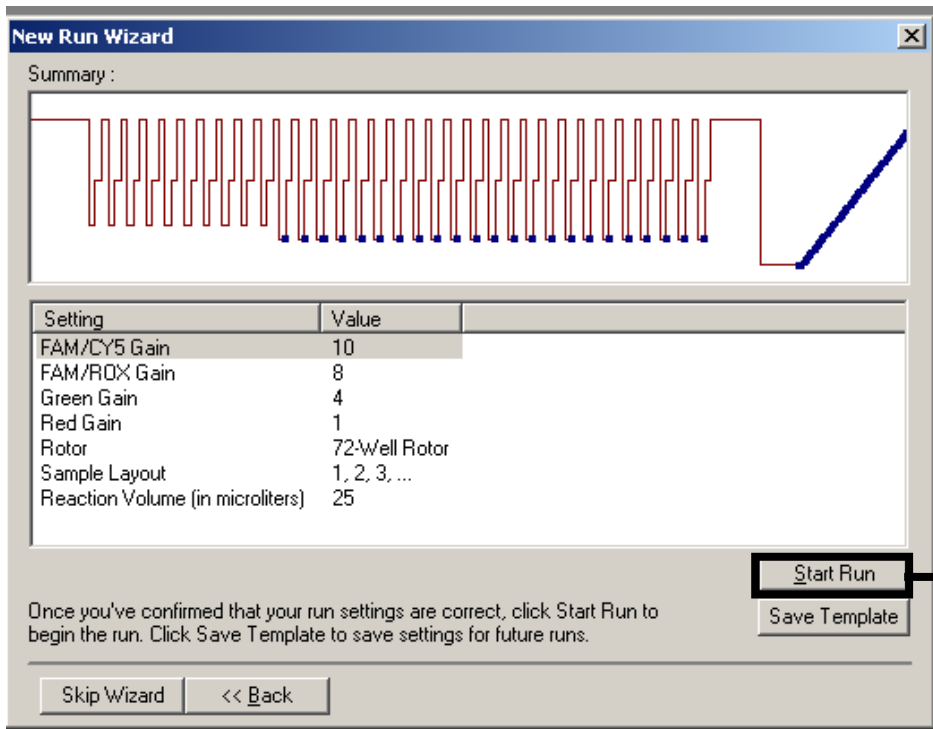

Figure 20. Démarrage du cycle.
Démarrage du cycle	Figure 20
18. Démarrer le cycle (**Figure 20**) en utilisant le modèle enregistré (étape 12).